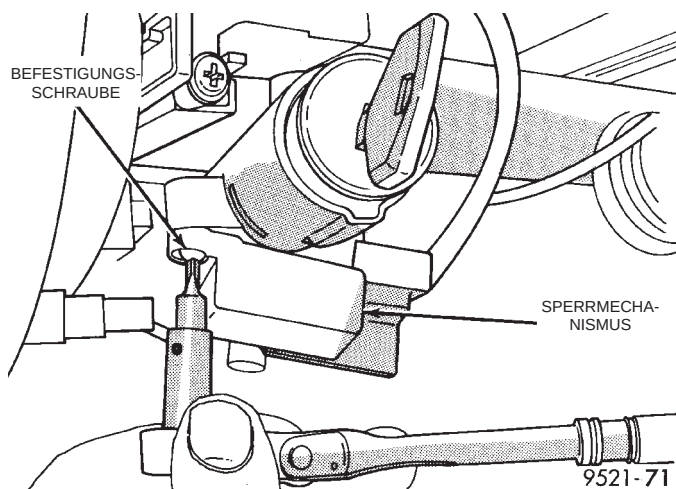

Abb. 19 Sperrmechanismus
(1) Untere Lenksäulenabdeckungen, Knieschutzpolsterung und Verkleidungen ausbauen. Siehe Anleitung zum Austausch des Seilzugs der Wählhebel/Zündschalter-Sperre.
(2) Seilzug der Wählhebel/Zündschalter-Sperre und Steckverbinder fassen und festhalten. Den Seilzug ausbauen.
(3) Die beiden Schrauben herausdrehen, mit denen der Sperrmechanismus an der Lenksäule befestigt ist (Abb. 19). Gehäuse der Sperre ausbauen.